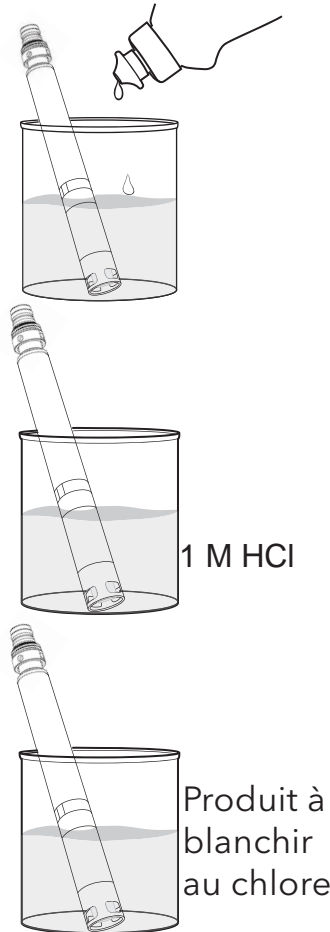

Figure 70 Entretien du capteur de pH et de pH/rH
1. Enlevez le capteur du raccord et trempez-le pendant 10 à 15 minutes dans une solution douce d'eau propre et de produit à vaisselle (Figure 70).